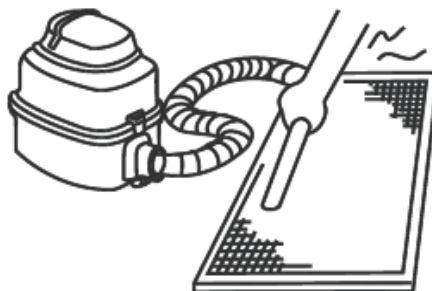

Fig.5-13
- a. Używając odkurzacza oczyść filtr od strony wlotowej. (Patrz Fig.5-13)